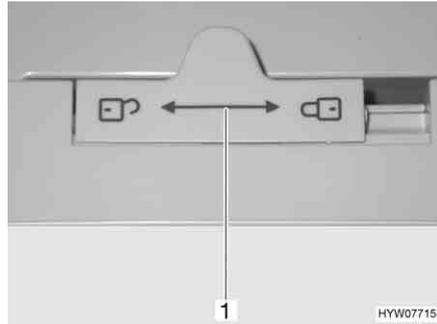

Fig. 211 Bloqueo de la puerta del frigorífico (Dometic de la serie 7)
- Empujar el bloqueo (Fig. 211,1) hacia la izquierda "🔓".
- Empujar el bloqueo (Fig. 211,1) completamente hacia la derecha "🔒".